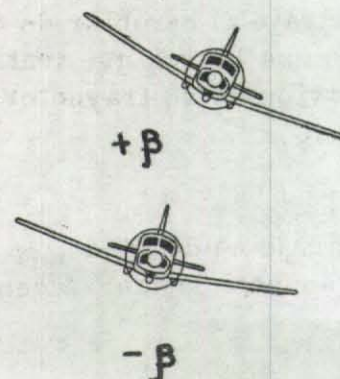

Figura No. 110
Para reducir el radio del viraje (R), a una cierta velocidad, tendrá que aumentarse el ángulo de banqueo. Figura No. 110.